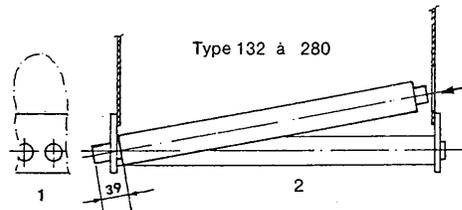

Fig. 18
- Déposer le caisson autirefouleur ou percer un trou dans sa paroi au-dessus de la plaque d'acier de l'échangeur (fig. 18) à l'aplomb du tube à remplacer.
- Mettre en place le tube de rechange en introduisant d'abord l'extrémité lisse de 39 mm. dans l'orifice correspondant de la plaque d'acier. (2)